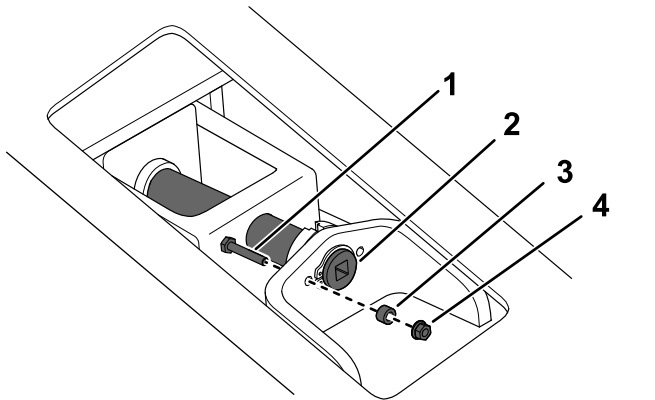
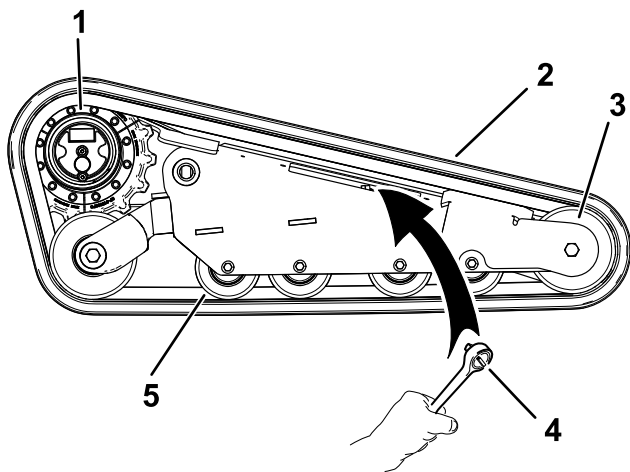

Figura 70
Figura 72
6. Retire el perno de bloqueo, el espaciador y la tuerca (Figura 70).
8. Alinee la muesca más próxima del tornillo tensor con el taladro del perno de bloqueo, y fije el tornillo con el perno de bloqueo y la tuerca (Figura 70).
7. Usando una llave de carraca de 1/2", alivie la tensión en la oruga girando el tornillo tensor en sentido horario (Figura 70 y Figura 72).
- Pase la oruga nueva alrededor de la rueda delantera (Figura 72).
- Empuje la oruga por debajo de y entre las ruedas de rodaje y colóquela alrededor de la rueda tensora trasera (Figura 72).